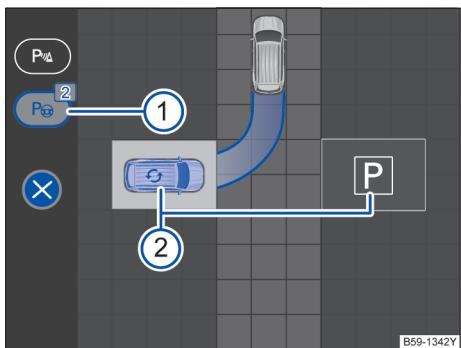

图 167 组合仪表显示：显示泊车模式（示意图）
组合仪表显示：显示泊车模式→图 167：
- 智能泊车辅助系统自动选择一个停车位，并在信息娱乐系统中作为首选停车位（蓝色车辆）显示→图 167 ②。
- 在信息娱乐系统屏幕上点击所需的停车位→图 167 ②。
- 点击符号 →图 167 ②。
如果未激活智能泊车辅助系统，则必要时在泊车雷达系统的屏幕显示中显示识别到的停车位→图 167 ①
无论选择何种泊车模式，智能泊车辅助均可被激活，并自动显示当前停车位→图 167 ①。